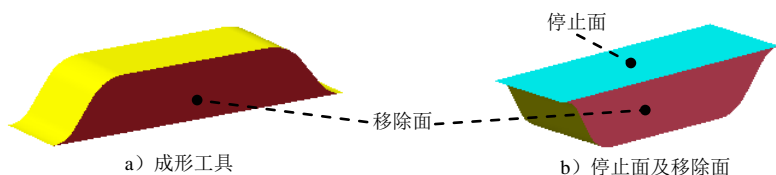

图 17.12.12 创建成形工具 10
Step7. 创建图 17.12.12 所示的零件特征——成形工具 10。
(1) 选择命令。选择下拉菜单 **插入(I)** → **钣金(B)** → **成形工具** 命令。
(2) 定义成形工具属性。
② 定义移除面。激活“成形工具”对话框的**要移除的面**区域，选取图 17.12.12 所示的模型表面作为成形工具的移除面。
(3) 单击按钮，完成成形工具 10 的创建。